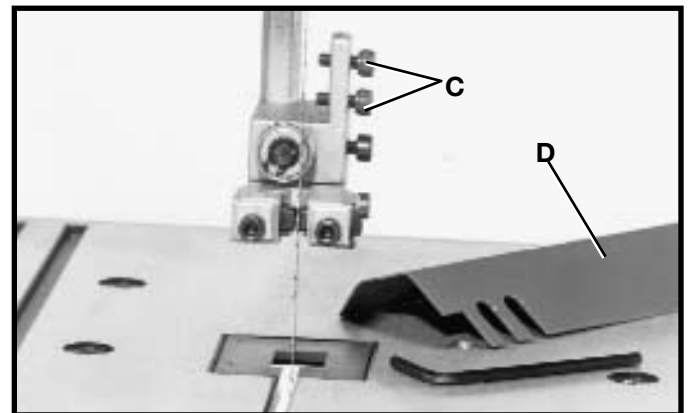

Fig. 35
2. Desserrer les deux vis (C) fig. 35, et retirer le dispositif de protection de lame (D).